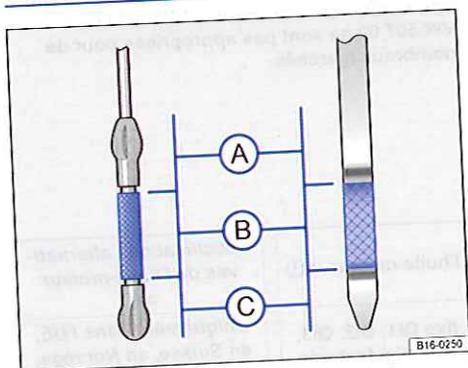
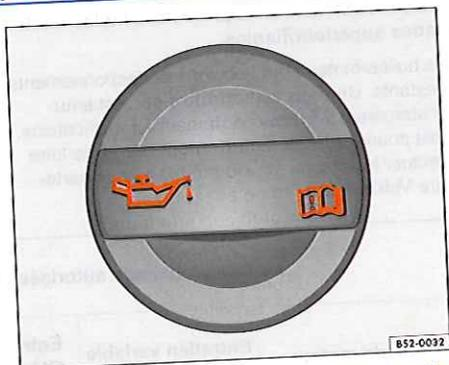

Fig. 208 Jauges d'huile avec repère du niveau d'huile-moteur
Fig. 209 Dans le compartiment-moteur : bouchon de l'orifice de remplissage d'huile-moteur.
4. Identifiez l'orifice de remplissage d'huile-moteur et la jauge d'huile. L'orifice de remplissage d'huile-moteur se reconnaît au symbole ⇨ figurant sur le couvercle ⇒ fig. 209 et la jauge d'huile à la poignée de couleur. En cas de doute sur l'emplacement du bouchon et de la jauge d'huile, rendez-vous dans un atelier spécialisé.
7. Retirez de nouveau la jauge d'huile puis relevez le niveau d'huile-moteur sur la jauge ⇒ fig. 208 comme suit :
- Ⓐ : **Ne faites pas** d'appoint d'huile ⇒ ①. Poursuivez avec l'étape 15.
9. Dévissez le bouchon de l'orifice de remplissage d'huile-moteur ⇒ fig. 209.
12. Relevez de nouveau le niveau d'huile-moteur sur la jauge avant de verser une nouvelle petite quantité d'huile-moteur. Ne versez jamais une quantité excessive d'huile-moteur ⇒ ①.
13. Une fois le remplissage effectué, le niveau d'huile-moteur doit atteindre au minimum le milieu de la zone ⇒ fig. 208 Ⓑ sans toutefois jamais dépasser la zone Ⓑ ⇒ ①.
En cas de sollicitation particulièrement élevée du moteur, par exemple en été lors de longs parcours sur autoroute, en cas de traction d'une remorque ou de franchissements de cols de haute montagne, le niveau d'huile-moteur doit se trouver en haut de la zone → fig. 208 **B** autorisée. <